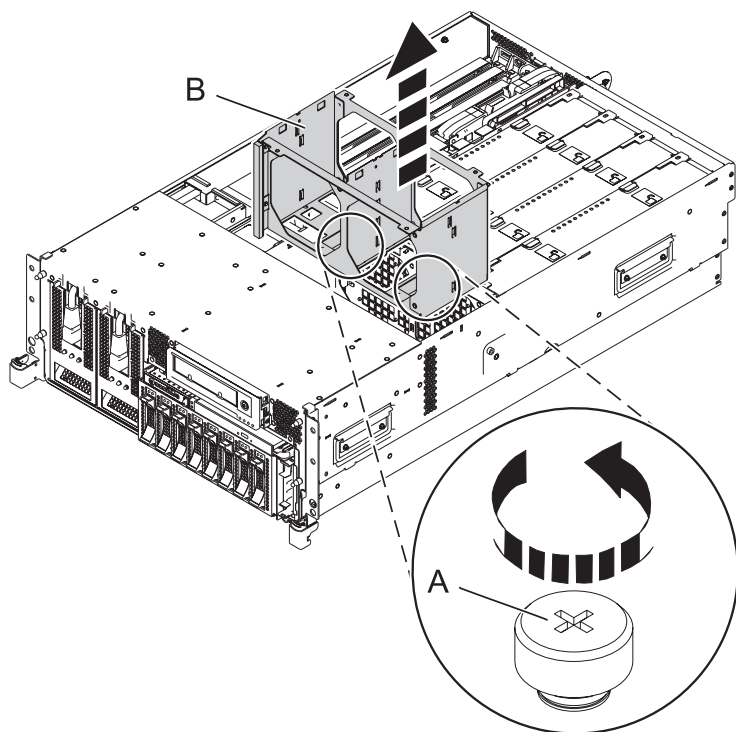

Figura 4. Extracció del dipòsit de ventilació del sistema
- c. Per extreure el dipòsit de ventilació, afliuixeu els cargols de mà (A) i aixegueu el dipòsit (B) per treure'l del sistema tal com es mostra a la Figura 4.